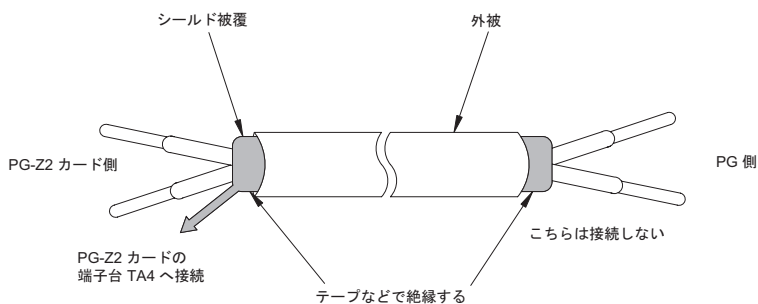

図 5 シールド線の端末処理
- PG と接続するときは、シールド線を使用し、その末端は図 5 のように処理してください（ノイズによる誤動作を防止するため）。配線の長さは、50 m 以下にしてください。